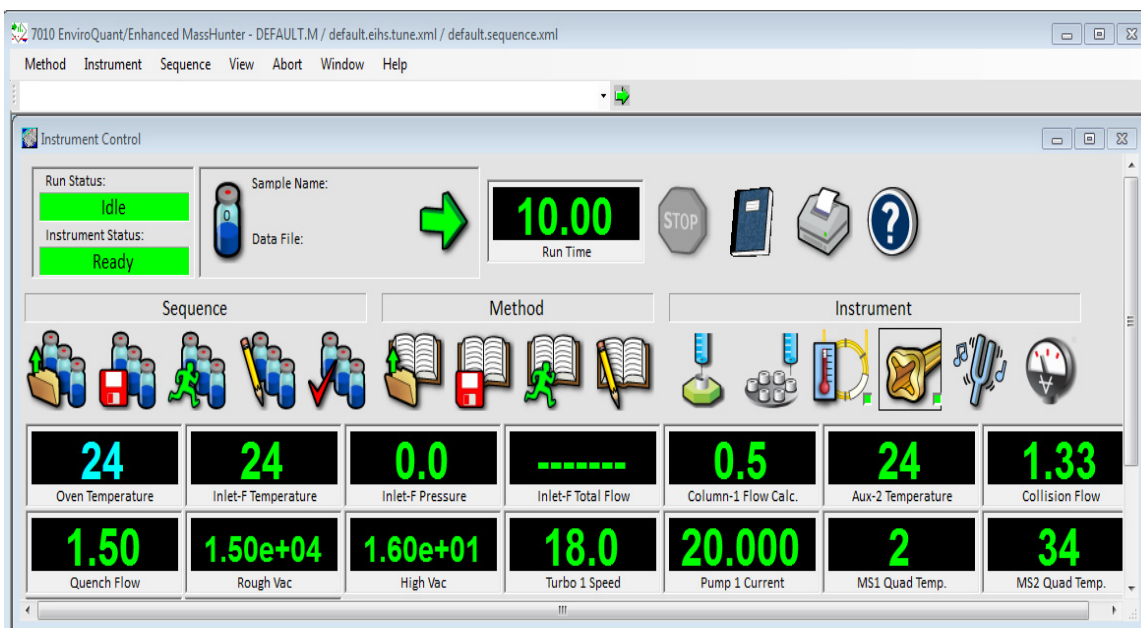

Figure27. Positionnement des moniteurs
- 10 Si besoin, sélectionnez **Window > Arrange Monitors** (Fenêtre > Positionner moniteurs) ou cliquez sur chaque moniteur et faites-le glisser jusqu'à la position souhaitée. Voir la **Figure 27**, qui présente une façon de positionner les moniteurs.